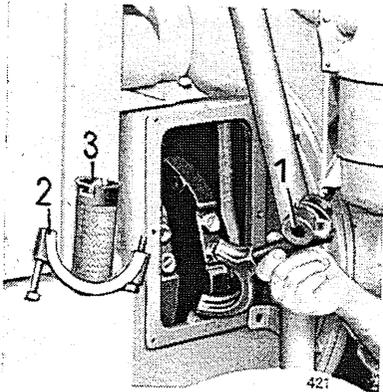

Bild Nr. 102
2. Kurbelwelle soweit drehen, daß die Gegengewichte das spätere Abziehen der Schmierpumpe vom Flanschbolzen nicht stören (Stellung nach Bild Nr. 102).